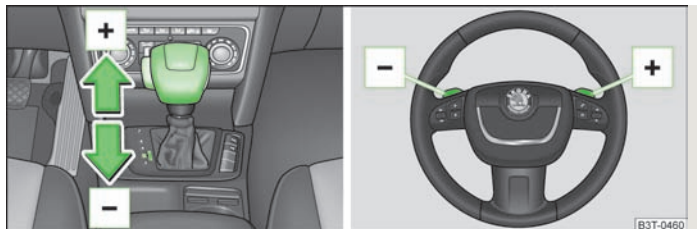

Fig. 127 Maneta selectorului de viteze și volanul multifuncțional
- ▶ Împingeți ușor maneta selectorului de viteze spre în față » fig. 127 +.
- ▶ Trageți comutatorul basculant din dreapta  » fig. 127 spre volanul multifuncțional.
- ▶ Trageți comutatorul basculant din stânga  » fig. 127 spre volanul multifuncțional.